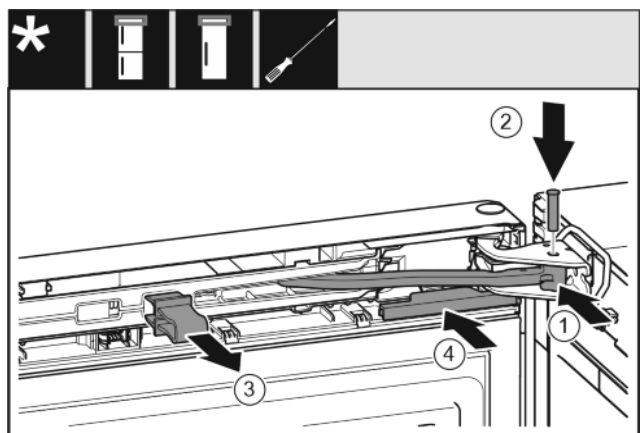

Fig. 39
- ▶ Завъртете шарнира в лагерната стойка. Fig. 39 (1)
- ▶ Поставете болта в лагерната стойка и шарнира. При това обърнете внимание на това, фиксиращата гърбица да е легнала правилно в жлеба. Fig. 39 (2)
- ▶ Свалете предпазителя. Fig. 39 (3)
- ▶ Нахлузете капака. *Fig. 39 (4)*